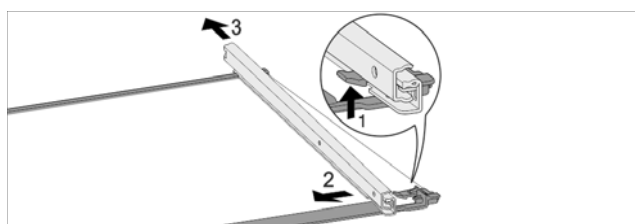

Fig. 58 Стеклопластина с направляющими
- Отожмите передний стопорный крючок вверх. Fig. 58 (1)
- Сдвиньте выдвижную направляющую в сторону Fig. 58 (2) и назад Fig. 58 (3).